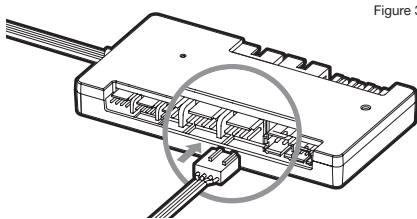

Figure 3
4. Connect the XD5 RGB's pump 4-pin fan connector into Fan Port #6 on your CORSAIR iCUE Commander PRO (Figure 3).
4. Connectez le connecteur de ventilateur 4-pins de la pompe XD5 RGB au Port Ventilateur n°6 sur votre CORSAIR iCUE Commander PRO (Figure 3).